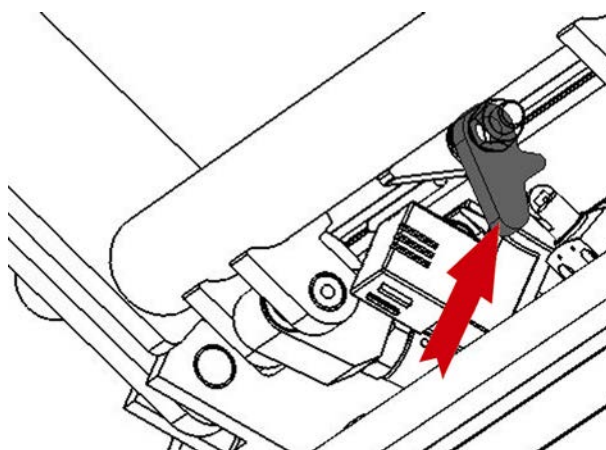
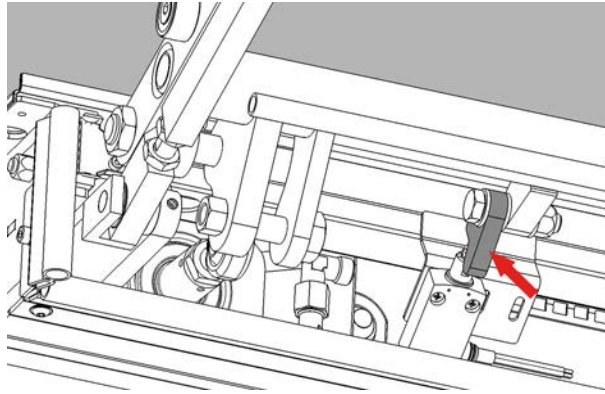

Abbildung 43: Schaltnocken einstellen, Ansicht von unten (K70)
Abbildung 44: Schaltnocken einstellen, Ansicht von unten (K90)
- ⇒ Verstellen Sie den Schaltnocken durch einen leichten Hammerschlag von unten (siehe Abbildung 43 und Abbildung 44, Seite 68). Verwenden Sie dazu einen Schonklotz (z. B. aus Holz oder Aluminium) zwischen Hammer und Schaltnocken, um Beschädigungen zu vermeiden.